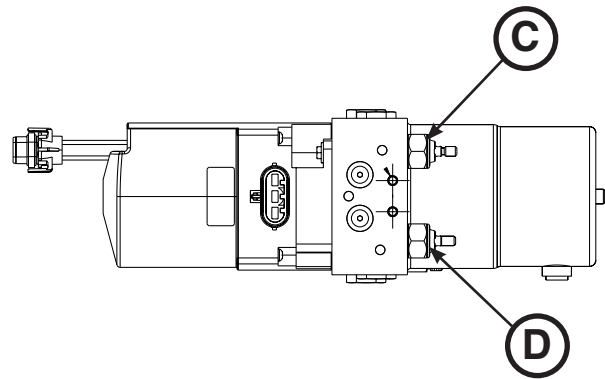

Figura 57
6. Con una llave combinada de 7/8", extraiga la válvula (C o D) que se ha de sustituir (Figura 57).